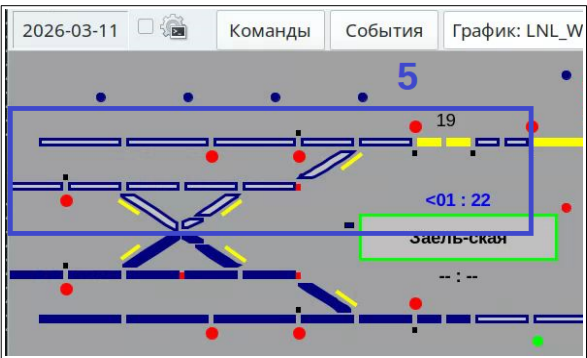

Рисунок 12. Результат включения автоблокировки
5. рельсовые цепи участка пути приобретают синюю окантовку (см. рис. 12).